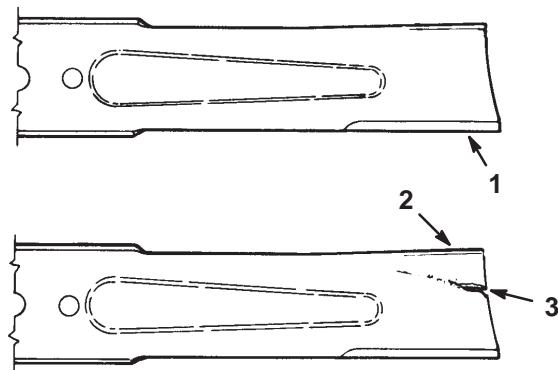

Figure 39
1. Inspectez les tranchants des lames (Fig. 39). Si les lames ne sont pas tranchantes ou si elles présentent des indentations, déposez-les et aiguissez-les (voir Aiguiseage des lames, page 35).
2. Inspectez les lames, surtout la partie incurvée (Fig. 39). Remplacez immédiatement toute lame endommagée, usée ou qui présente une entaille (repère 3 de la Fig. 39).